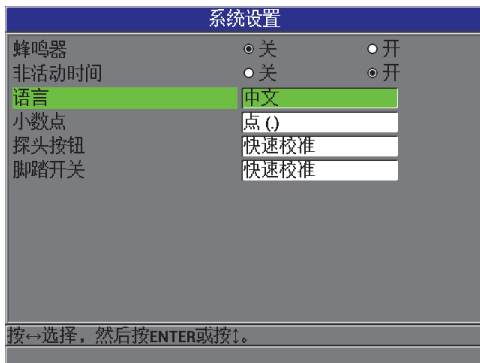

图 3-1 系统设置屏幕
3. 在 **系统设置** 屏幕中（参见第 50 页的图 3-1）：